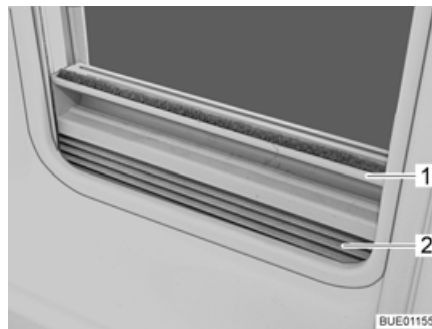

Fig. 64 Dispositif occultant plissé
- Saisir le dispositif occultant plissé (Fig. 64,2) par le centre de la barre-poignée (Fig. 64,1), le tirer du bas vers le haut et le relâcher à la hauteur voulue. Le dispositif occultant plissé reste alors à cette hauteur.